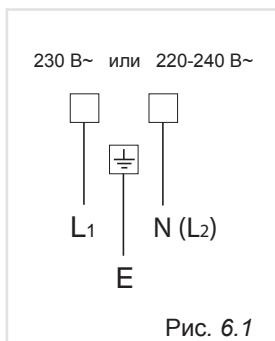

Рис. 6.1
- Подсоединение нового кабеля, соответствующего типа и сечения, к щитку с зажимами осуществляется согласно следующей схеме (Рис. 6.1).